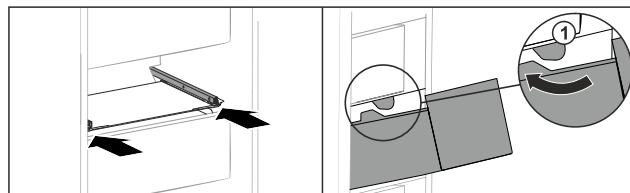

Fig. 95
- ▶ Lade rond de stoppers Fig. 95 (1) leiden.